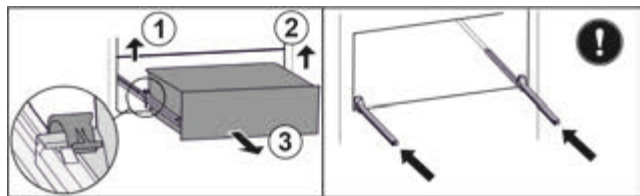

Fig. 62
- ▶ Підняти лівий затискач і одночасно висувний ящик ліворуч потягнути вперед. Fig. 62 (1)
- ▶ Підняти правий затискач і одночасно висувний ящик праворуч потягнути вперед. Fig. 62 (2)
- ▶ Вийняти висувний ящик рухом вперед. Fig. 62 (3)